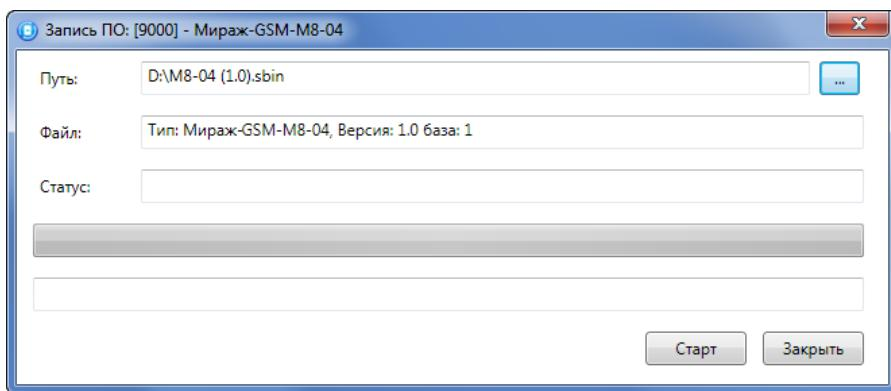

Рис. 12.1. Окно Запись ПО
2. В открывшемся окне *Запись ПО* (Рис. 12.1) укажите путь к файлу новой версии встроенного ПО контроллера на вашем ПК (файл имеет расширение **.sbin**) и нажмите кнопку *Старт*.